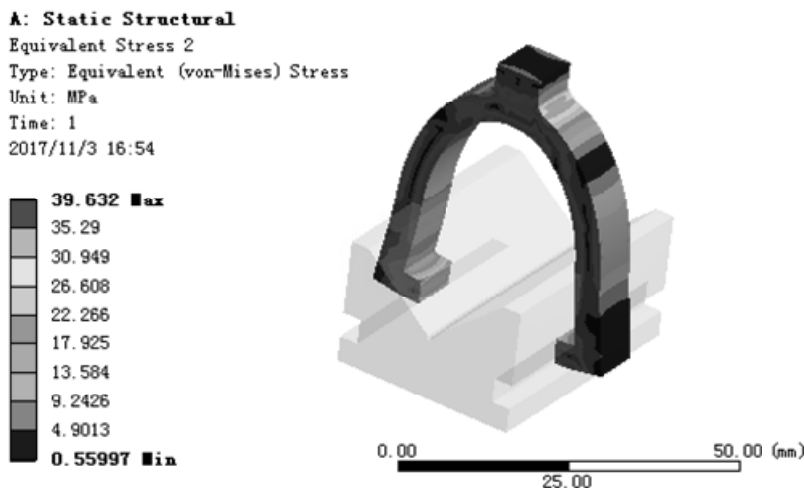

图 7.6.21 应力结果图解 (slider)
(4) 查看 slider 应力结果图解。在“Outline”窗口中选中  Equivalent Stress 2，查看图 7.6.21 所示的零件 slider 的应力结果，其最小应力为 0.55997MPa，最大应力为 39.632 MPa。